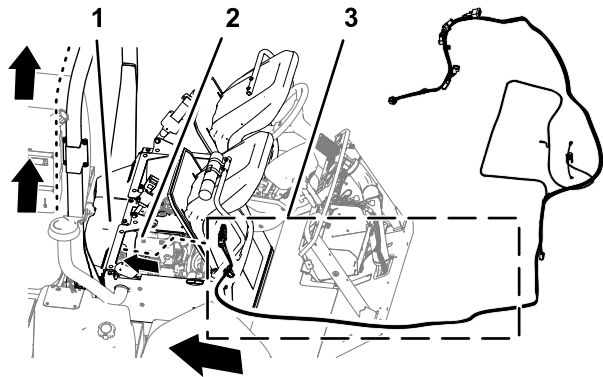

Figura 139
1. Enrute la rama de 302 cm (119") del arnés de datos hasta el lado derecho del compartimento del motor (junto al filtro de aire del motor) y hacia atrás por debajo de la zona derecha inferior de la cubierta trasera del motor (Figura 139).